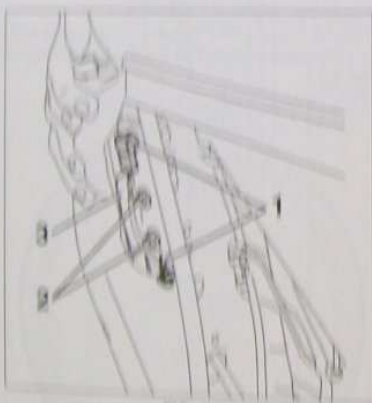

FIG. 8
- Déconnecter les connecteurs (1), déposer les écrous (2) et la plaque de propagation (3) (fig. 8).